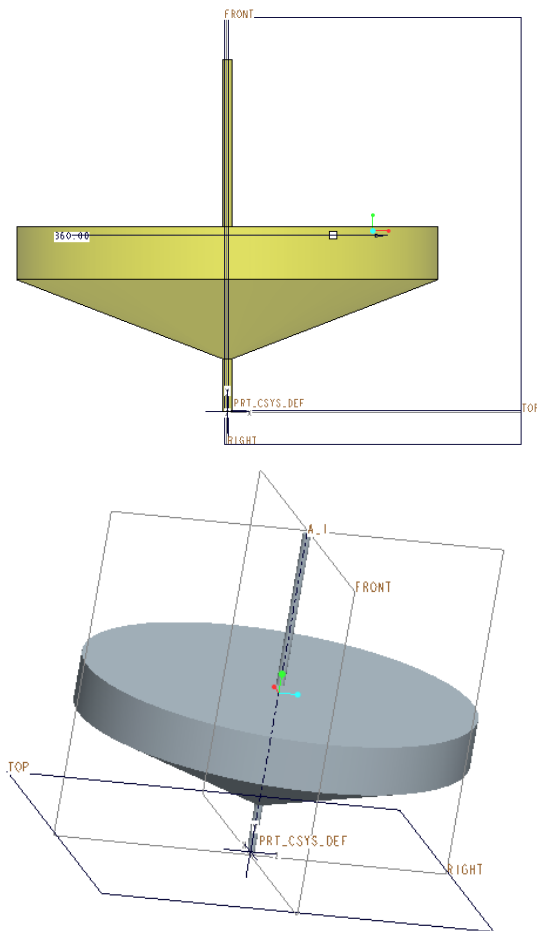

図 3-81 ベースフィーチャー完成
- 「スケッチ完了」、「保存したビューリスト」をクリックして「標準方向」を選択すると、図 3-81 のようにベースフィーチャーが完了する。